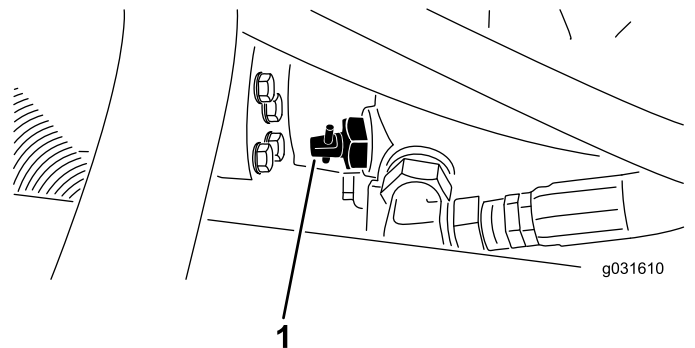

Bild 29
1. Suchen Sie das Sicherheitsventil an der Pumpe (Bild 29) und lösen Sie es durch Drehen um 90° (¼ Umdrehung).